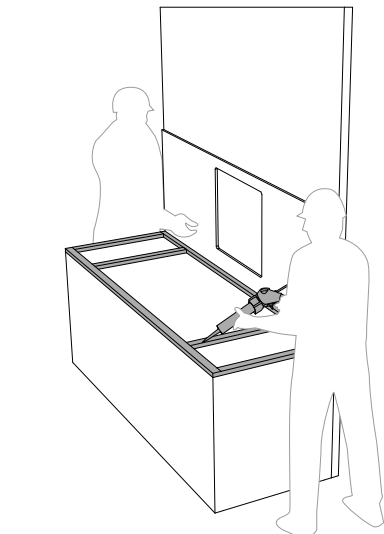

fig. 2
- Per tagli lineari, si consiglia la dotazione di una guida provvista di utensile con punta diamantata (fig. 2);
- **6 mm:** si consiglia l'ausilio di un supporto rigido in polipropilene nobilitato (o similare) sviluppato sulla superficie del piano (fig. 2). Onde colmare potenziali differenze di espansione tra i due elementi, è preferibile l'impiego di un collante elastico;
- Distribuire uniformemente il silicone sui traversi di sostegno per una adesione ottimale della lastra (fig. 2);
- Posizionare il countertop in verticale, collocandolo nel lato esterno della struttura (fig. 2);